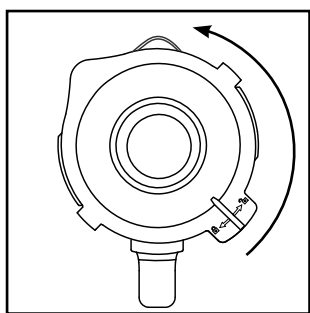

Fig. 1
- 1) Ruotare l'inserito mixer ③ in senso antiorario finché la freccia ▼ sotto la maniglia dell'inserito mixer non si trovi al di sopra della posizione . Rimuovere l'inserito mixer ③ sollevandolo in verticale dal blocco motore ⑥.
- 2) Rimuovere il coperchio ②, ruotandolo in senso antiorario in direzione della posizione  (vedere Fig. 1), fino a poterlo estrarre verso l'alto.